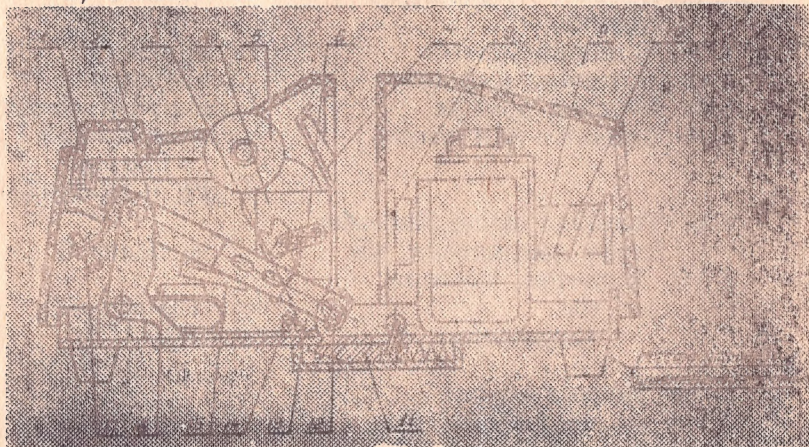
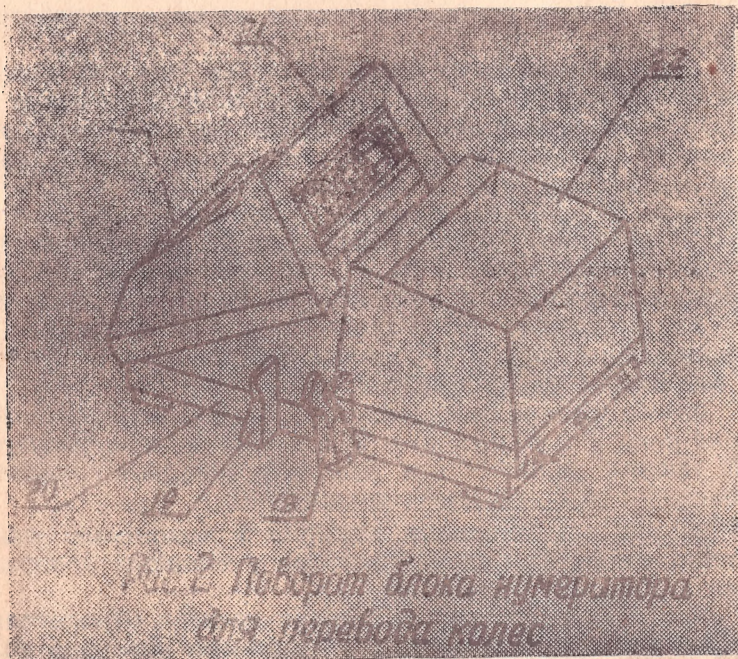
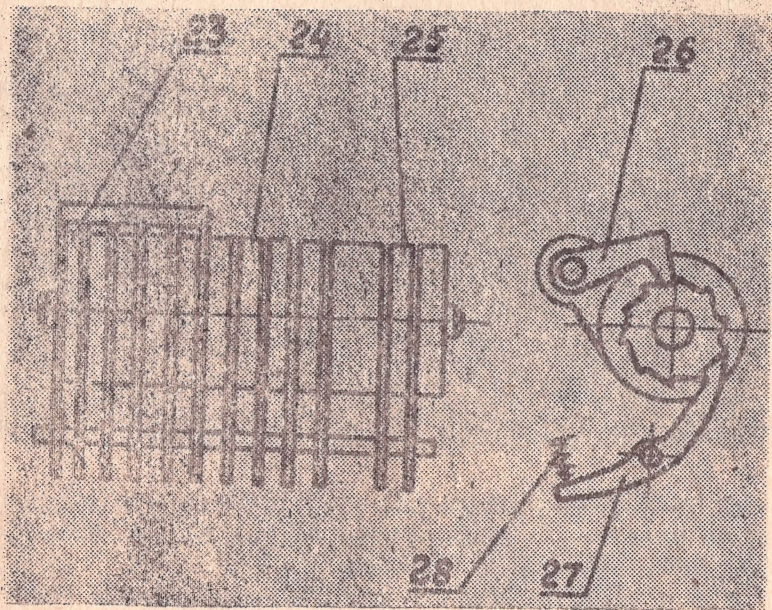

Рис. 1.
Рис. 2 Сборка блока нумератора для перевода колес
Рис. 3
4. 2. Блок нумератора поз. 4 (рис. 1) состоит из корпуса, на котором смонтированы: механизм перевода индекса 5, пластина 7 с подушкой для краски, пять колес порядкового номера 23 (рис. 3), два колеса индекса 24, пять колес даты 25.
Перевод порядкового номера осуществляется автоматически при помощи гребенки 26, приводимой в движение рычагом 6 (см. рис. 1). Все колеса нумератора фиксируются собачками 27 (см. рис. 3), расположенными в нижней части корпуса, прижим которых обеспечивается пружинами 28.
Дублирование порядкового номера обеспечивается механизмом многократного повторения номера, состоящего (см. рис. 1) из защелки 13, кулачка 14 и ручки управления 19 (рис. 2).
При установке ручки управления против часовой стрелки в горизонтальное положение защелка поворачивается и фиксирует рычаг 6 (см. рис. 1). Перевод колеса номера прекращается.
Накат краски на штемпельную пластину производит механизм наката краски, состоящим (см. рис. 1) из скобы 2, соединенной с подвижной скобой 3, на которой смонтирован красящий валик 12.
4.3. Электромагнит ударный состоит из сердечника 10 (см. рис. 1), который имеет самоустанавливающуюся ударную пластину 8 и возвратную пружину 9. Схему включения электромагнита см. рис. 4.
4.4. Блок нумератора и электромагнит ударный устанавливаются на основании 20 (см. рис. 2) и закрываются съемными кожухами 21, 22.
а) при нажатии на клавишу 1 (см. рис. 1) скоба 2 поворачивается и рычагом 15 осуществляется поворот рычага 6, что обеспечивает перевод следующего порядкового номера. Одновременно происходит накат краски красящим валиком на знаки штемпельной пластины и колеса нумератора. В крайнем нижнем положении клавиши 1 винт 17 включает микровыключатель 16. Импульс тока от выпрямительного моста Д1 . . . Д4 (см. рис. 4) проходит через конденсатор С и воздействует на реле Р, включающее электромагнит ЭМ. Ударная пластина 8 (см. рис. 1), соединенная с якорем 10, прижимает документ к печатному механизму блока нумератора.
После прохождения импульса тока размыкаются контакты реле Р (см. рис. 4) и выключается электромагнит ЭМ. Возврат якоря 10 (см. рис. 1) в исходное положение происходит под действием пружины 9;
4.6. Блок нумератора поворачивается относительно основания 20, что обеспечивает удобство перевода колеса даты и заправки краской (см. рис. 2). Фиксация механиз-
ма в горизонтальном положении осуществляется ползуном П (см. рис. 1), входящим в паз основания механизма. Отвод ползуна производится при повороте рукоятки 18 против часовой стрелки.
6.6. Поверните ручку 18 (см. рис. 2) против часовой стрелки до упора и установите печатный механизм в верхнее положение.